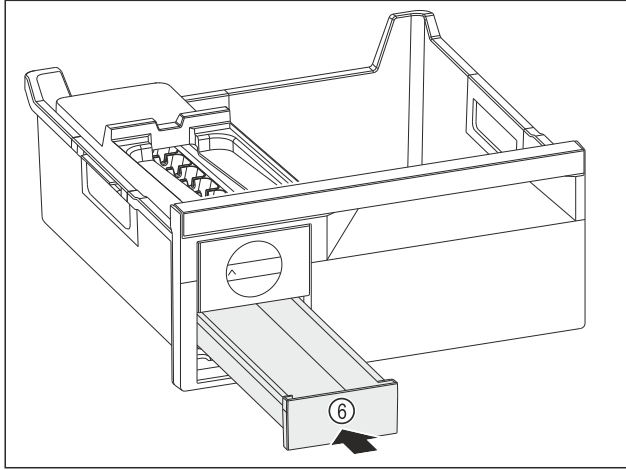

Fig. 150
- Buz küpü çekmecesini Fig. 150 (6) içeri itin.